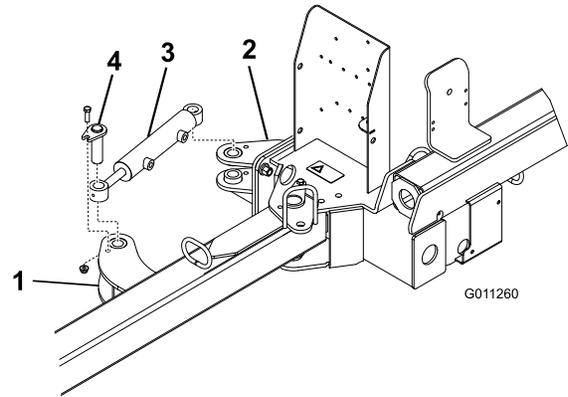

図6
2. 油圧シリンダのそれぞれの端をアクチュエータタブに取り付ける ピンアセンブリ、ボルト3/8 x 1-1/4 インチ、フランジナット3/8 インチ **図6**。